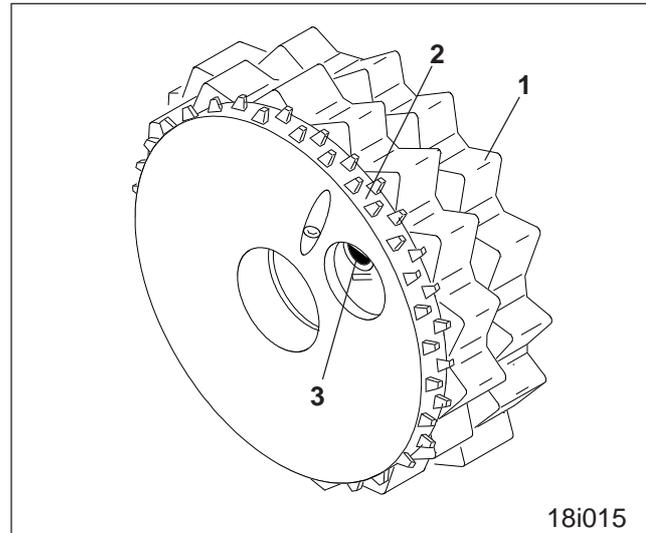

Fig. 10.2
AMAZONE-Sämaschinen sind serienmäßig mit Elite-Särädern (Fig. 10.2) ausgestattet. Elite-Säräder setzen sich zusammen aus Normalsärad (Fig. 10.2/1) und Feinsärad (Fig. 10.2/2).
- Normalsärad (Fig. 10.2/1) soweit auf der Säwelle verdrehen, bis der Stift (Fig. 10.2/3) im Särad sichtbar wird.